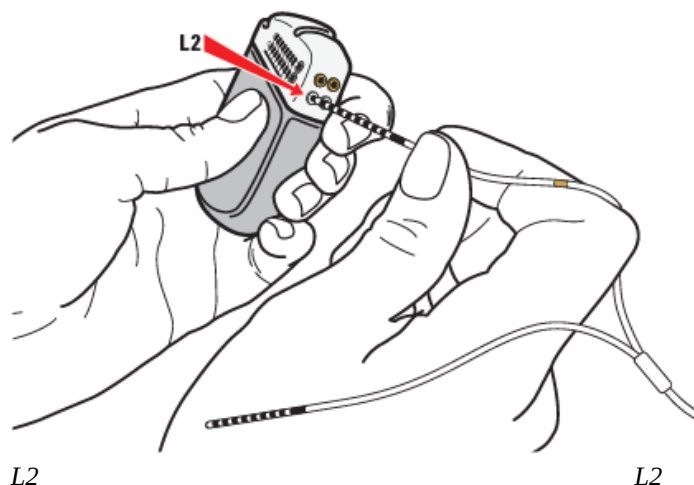

Рисунок 39. Соединение с портом L2 ИГИ
- а. Для вилкообразного удлинителя электродов (DB 3128): соедините ветвь с золотой маркерной полосой и порт с маркировкой L2 (рисунок 39).